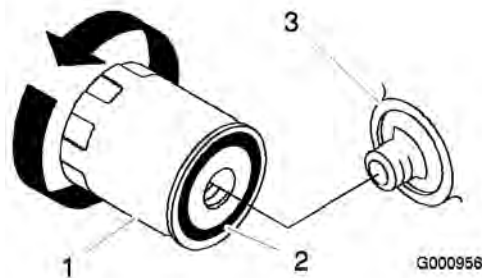

Figura 34
3. Aplique una capa fina de aceite nuevo a la junta de goma del filtro nuevo (Figura 34).
4. Instale el filtro de repuesto en el adaptador de filtro; gire el filtro en el sentido de las agujas del reloj hasta que la junta de goma entre en contacto con el adaptador del filtro, luego apriete el filtro tres cuartos de vuelta más (Figura 34).